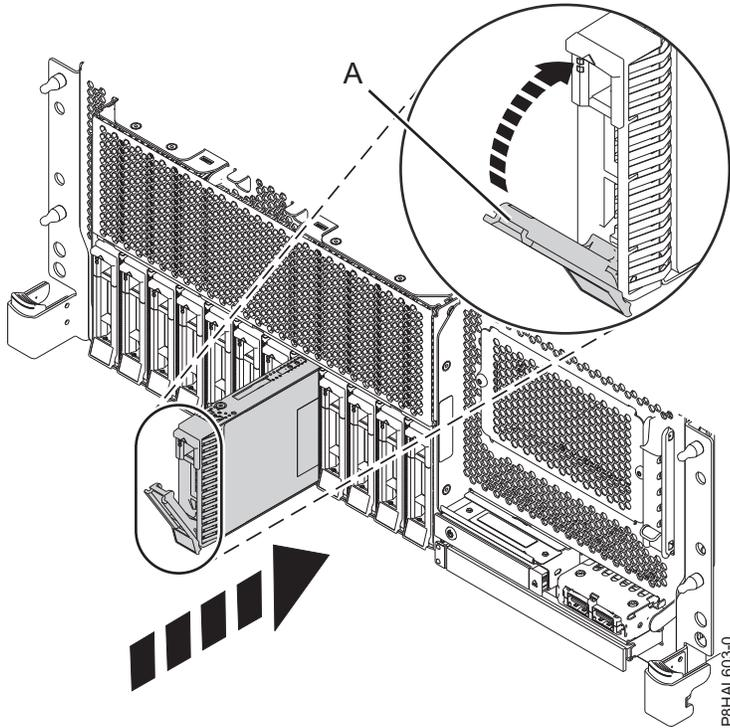
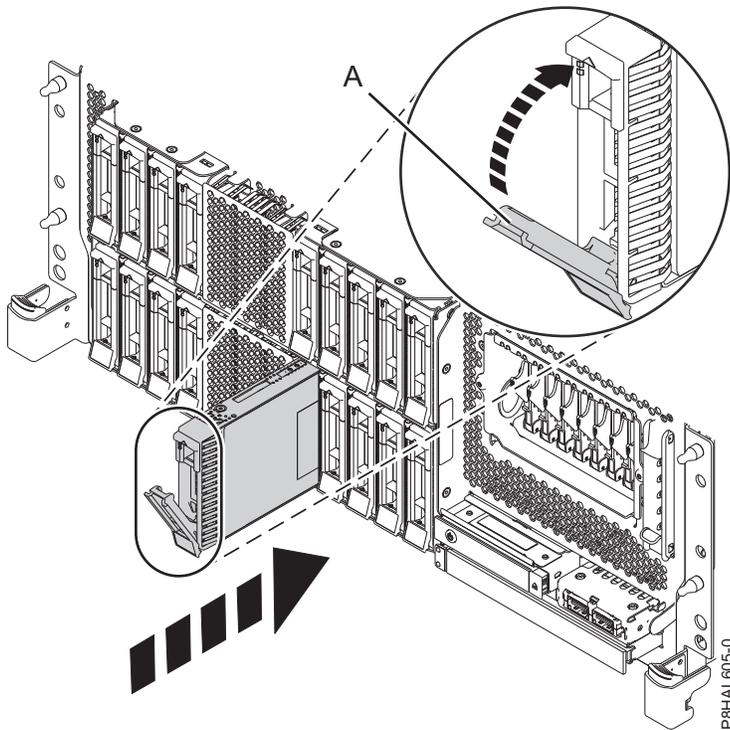
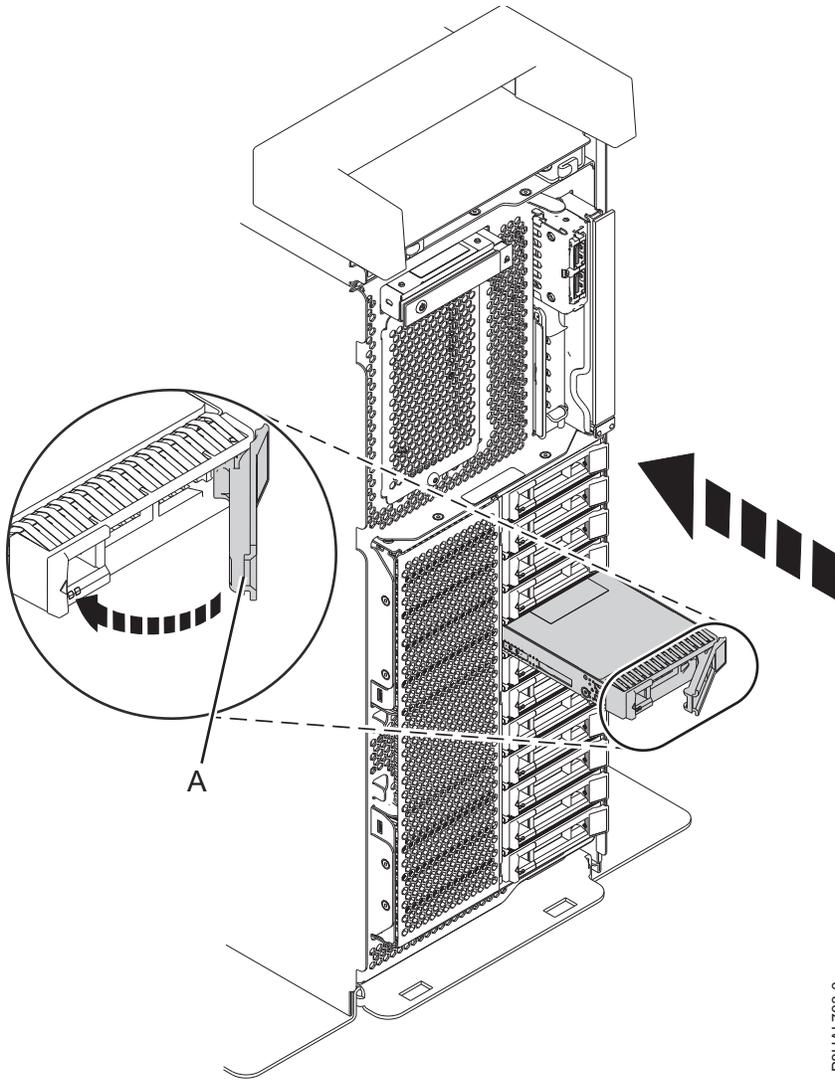
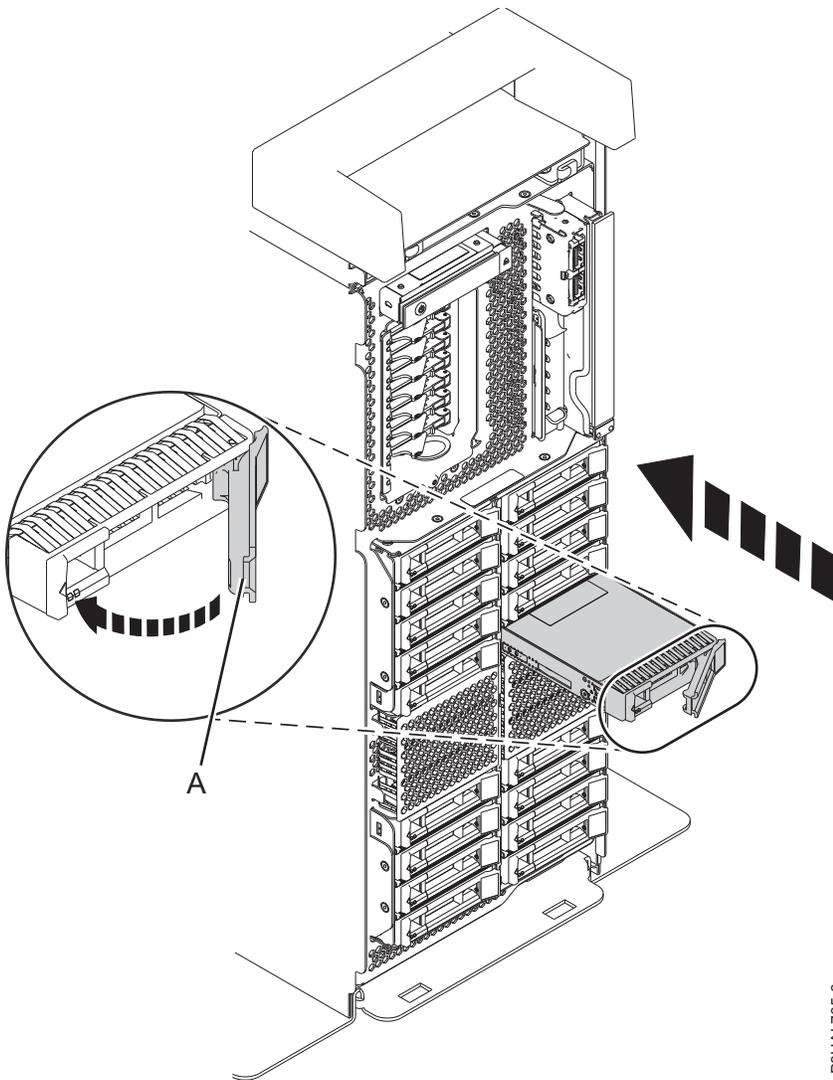

Abbildung 93. Plattenlaufwerk in einem Einschubsystem mit Basisfunktionen austauschen
Abbildung 94. Plattenlaufwerk in einem Einschubsystem mit erweiterten Funktionen austauschen
Abbildung 95. Plattenlaufwerk in einem Standalone-System mit Basisfunktionen austauschen
Abbildung 96. Plattenlaufwerk in einem Standalone-System mit erweiterten Funktionen austauschen
4. Entriegeln Sie den Griff (**A**) des Laufwerks, indem Sie ihn zusammendrücken und zu sich hin nach außen ziehen. Wird der Griff nicht ganz nach außen gezogen, lässt sich das Laufwerk nicht in das System einschieben. Siehe Abb. 93 auf Seite 106, Abb. 94 auf Seite 106, Abb. 95 auf Seite 107 und Abb. 96 auf Seite 108.
9. Wenn die Kennzeichnungs-LED leuchtet, ohne zu blinken, schieben Sie das Laufwerk ganz in das System ein und drücken den Griff des Laufwerks (**A**) ein, bis er einrastet. Siehe Abb. 93 auf Seite 106, Abb. 94 auf Seite 106, Abb. 95 auf Seite 107 und Abb. 96 auf Seite 108.